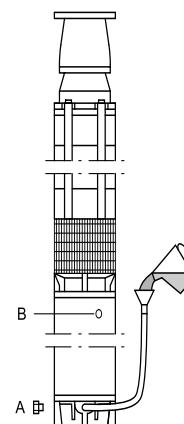

Fig. 4
- Positionner la pompe comme indiqué fig. 4.
- Enlever la vis (A) de l'orifice de remplissage et monter le raccord avec tuyau et entonnoir fournis avec le moteur.
- Déposer la vis de purge (B) pour permettre à l'air de s'échapper.
- Le remplissage est maintenant terminé. Remettre la vis de purge (B) et enlever le tuyau et l'entonnoir. Replacer la vis de remplissage (A) et serrer efficacement.